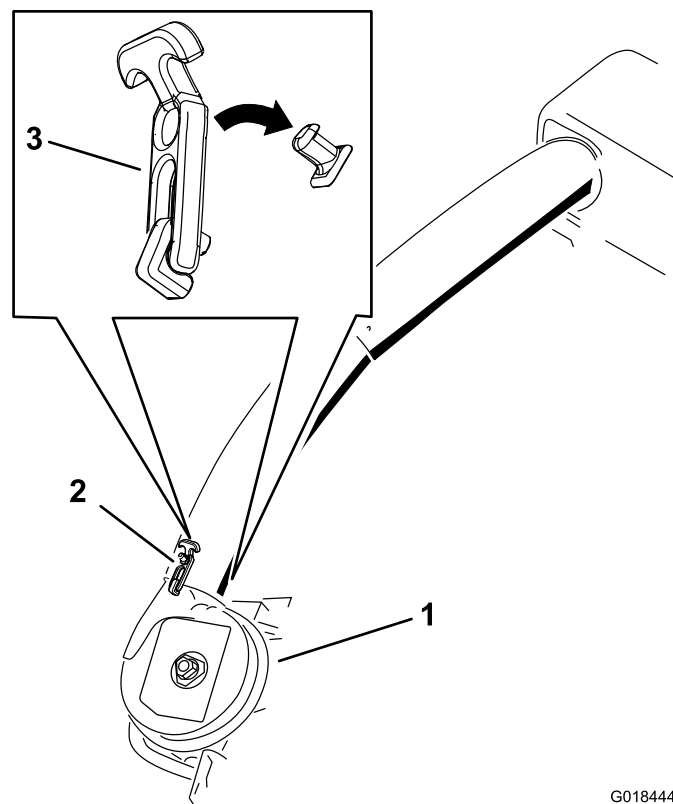

Figura 20
6. Utilice ambos cierres para sujetar el tubo inferior al conjunto del soplador (Figura 20).
20. Utilice ambos cierres para sujetar el tubo inferior al conjunto del soplador (Figura 20).